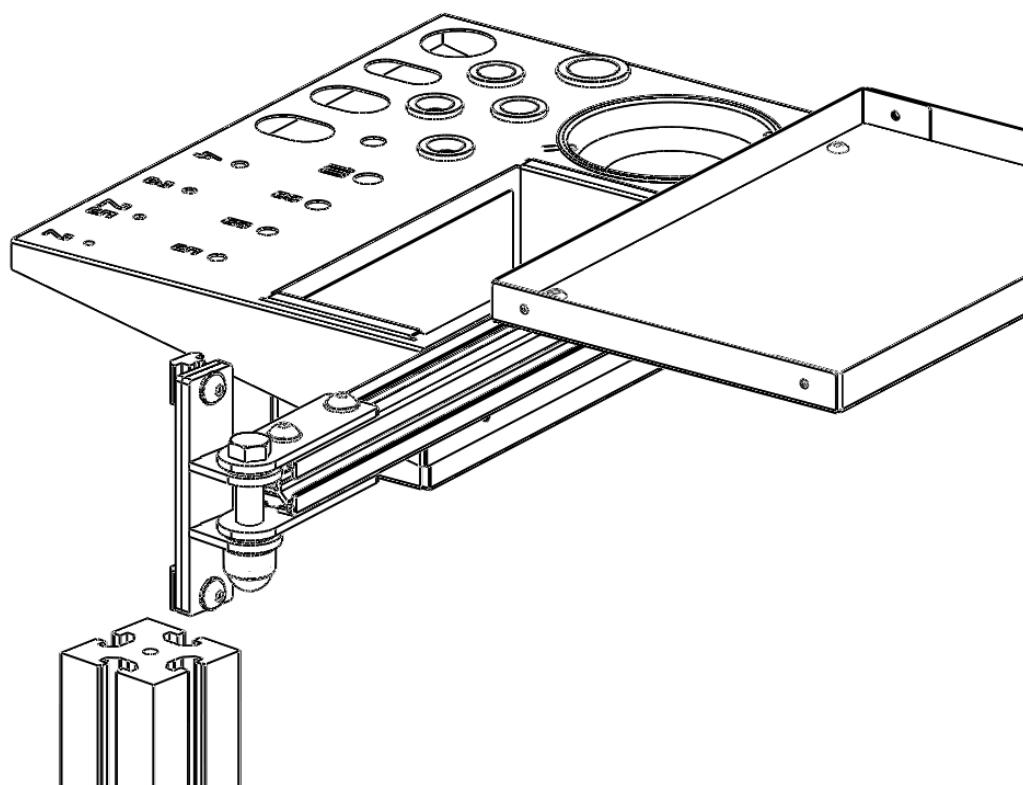

Figura 1
2. Quita la tapa de plástico del brazo adicional (Figura 1). Utiliza una herramienta de plástico para proteger el aluminio.